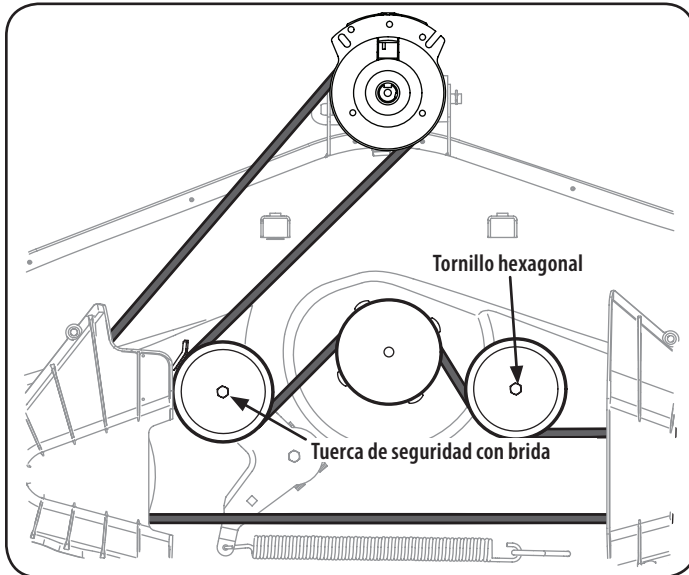

Figura 25
3. Extraiga la tuerca de brida hexagonal que asegura la cuchilla al montaje del husillo. Vea la Figura 25.
- Afloje, pero no quite la tuerca de seguridad con brida de la polea loca izquierda y el tornillo hexagonal de la polea derecha. Vea la Figura 25.